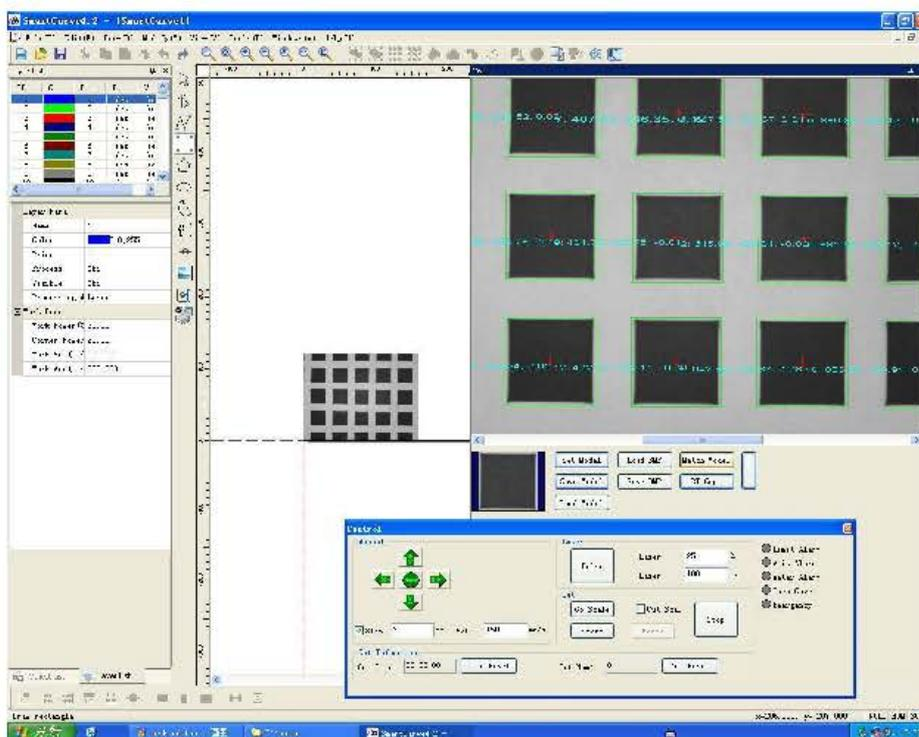

Fig. 3-49
- A. Clique no botão "Parar Captura" e a seguir clique no botão "Modelo Compatível" para exibir a interface mostrada na Fig. 3-49 na área de visão: